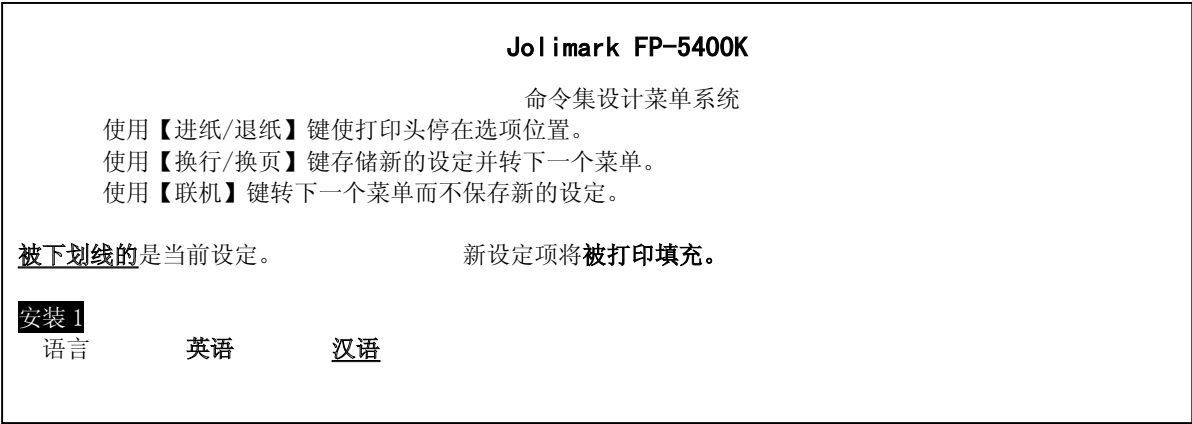

图 4-2 进入 VuePrint 系统设定菜单打印示例
- 首先打印出标题和第一个菜单（如图 4-2）。有下划线的设定项是当前的缺省设定。打印头就停留在当前缺省设定项上方。